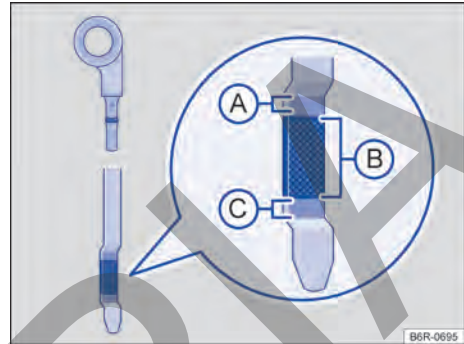

Fig. 175 Varilla de medición del aceite con marca de nivel de aceite del motor.
En caso de alta demanda del motor, el nivel del aceite del motor debe estar lo más cerca posible del nivel → fig. 175 **(A)**, sin sobrepasarse, como, por ejemplo, en viajes largos en carreteras durante el verano o durante travesías de montañas.
Legenda para → fig. 175:
7. Retirar nuevamente la varilla de medición del aceite y leer el nivel del aceite del motor en la varilla de medición → fig. 175 de la siguiente manera:
13. Una vez finalizado el proceso de la reposición de aceite, el nivel del aceite del motor debe estar, al menos, en el medio del nivel → fig. 175 Ⓑ, pero jamás por encima del nivel Ⓐ → ⓘ.
14. Si, por descuido, se ha completado exceso de aceite del motor y si, después de esto, el nivel del aceite se encuentra por arriba de la franja → fig. 175 Ⓐ, **no arranque el motor**. Buscar un Concesionario Volkswagen o una empresa especializada.
- No arranque el motor si el nivel de aceite del motor está por encima del nivel → fig. 175 (A). Buscar un Concesionario Volkswagen o una empresa especializada. De lo contrario, ¡pueden dañarse el catalizador y el motor!
En ninguna circunstancia el nivel de aceite del motor debe sobrepasar el área → fig. 175 (A). Con el nivel por encima de esta área, el sistema de escape puede extraer el aceite a través de la ventilación del cárter y lanzarlo a la atmósfera. Además, el aceite puede quemarse en el interior del catalizador, dañándolo.